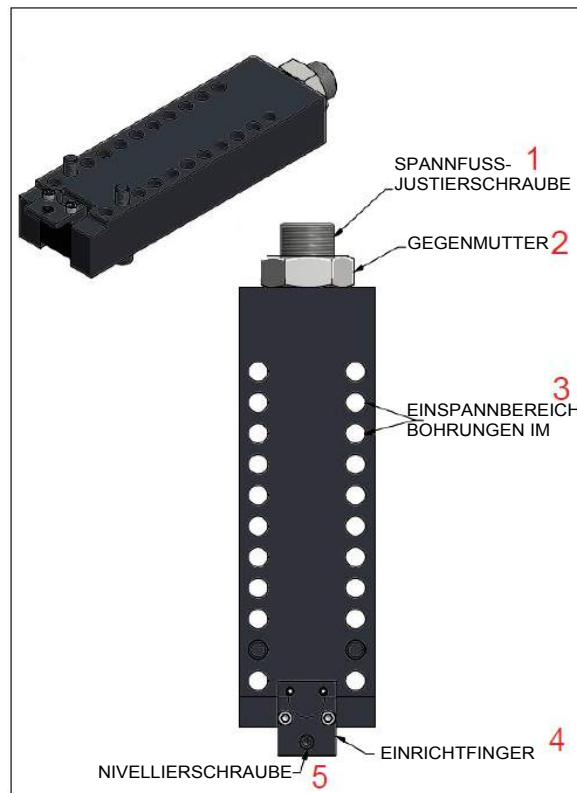

ABBILDUNG 3-4. FF1200 SPANNFUSS-KOMPONENTEN
2. Wenn der Werkstückdurchmesser kleiner als 12,5" (31,8 mm) ist, befestigen Sie die Spannfinger an den Spannfüßen, wie in Abbildung 3-4 dargestellt.